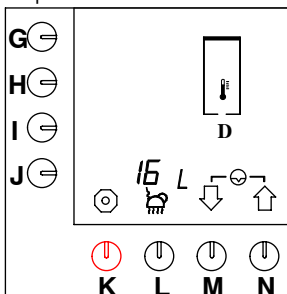

Fig. 54 Reimpostazione del contatore dei giorni dell'impianto HW
- Premere il tasto di selezione (M.) \downarrow fino a che sullo schermo viene visualizzato quanto illustrato nella fig. 54 .